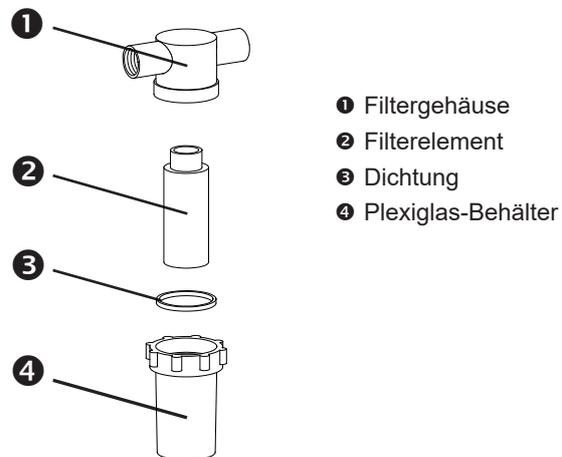

Bild 6. Wasserfilter
- Plexiglas-Behälter (4, Bild 6) gegen den Uhrzeigersinn vom Filtergehäuse (1, Bild 6) abschrauben.
- Filterelement (2, Bild 6) entnehmen und durch ein neues (REF 502.0891.0) ersetzen.